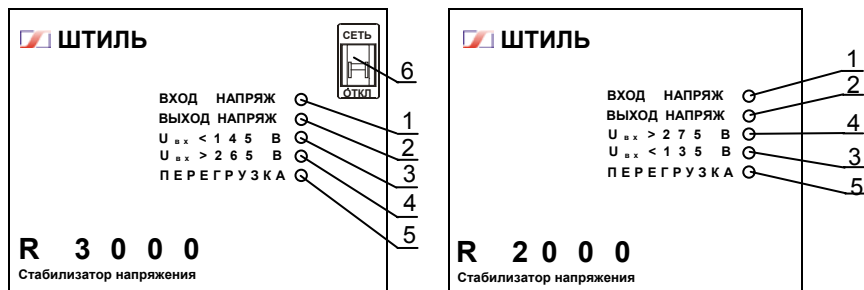

Рисунок 4.1 Передние панели стабилизаторов
На передней панели (рисунок 4.1) расположены индикаторы: ВХОД НАПРЯЖ (1), ВЫХОД НАПРЯЖ (2), «Uвх>275В» («Uвх>265В») (4), «Uвх<135В» («Uвх<145В») (3), ПЕРЕГРУЗКА (5) и в стабилизаторе R3000 *выключатель-автомат (6) СЕТЬ*.